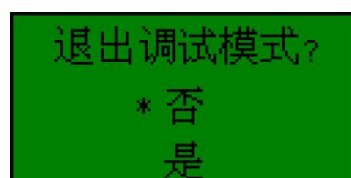

图18 退出调试
③_x0001_ 如图18所示, 此页面用于手动调试电容退出确认。
(6) 系统管理